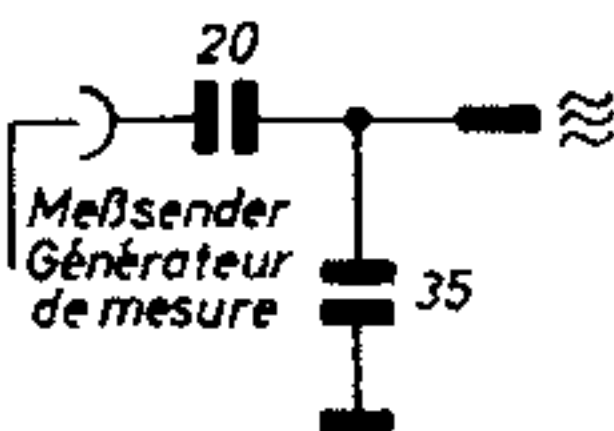

Fig. 3
6. Beim Abgleich künstliche Antenne, Fig. 3 verwenden.
6. Lors de l'alignement, employer une antenne artificielle selon fig. 3.
- \* Meßsender an die künstliche Antenne, Fig. 3, anschließen.
- \* Raccorder le générateur de mesure à l'antenne artificielle (fig. 3).